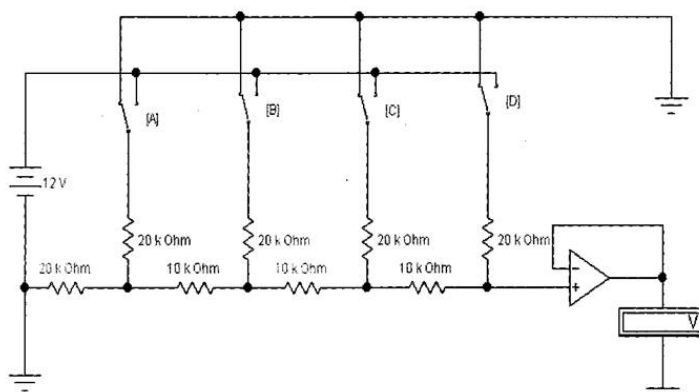

Рис. 4.1. – Структурная схема ЦАП
1. Построить структурную схему ЦАП, приведенную на рис.4.1.
Для разработки структурной схемы ЦАП (рис. 4.1) необходимо:
2. В открывшемся окне Untitled построить структурную схему ЦАП (рис. 4.1), используя следующие блоки на панели инструментов:
В итоге получается структурная схема, как на рис.4.1